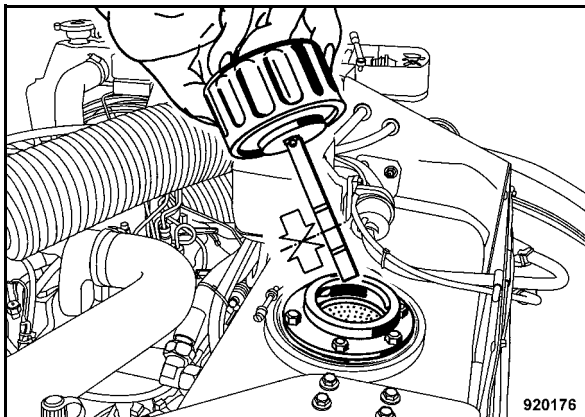

Fig. 93
- Controllare il livello dell'olio idraulico con l'astina di livello. Il livello dell'olio deve arrivare tra i segni "MIN" e "MAX" (Fig. 93).